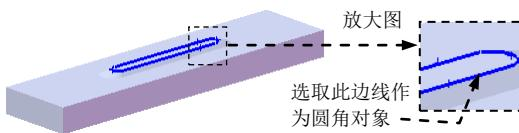

图 17.10.45 定义圆角 1 参照
(3) 选择引导线。本例中使用系统默认的引导线。
(4) 单击“放样”对话框中的 \checkmark 按钮，完成放样 1 的创建。
Step7. 创建圆角 1。要圆角的对象为图 17.10.45 所示的边线，圆角半径值为 5.0。